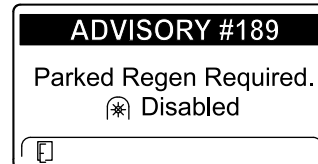

Bild 57
- Wenn Sie eine geparkte Regenerierung nicht innerhalb von zwei Stunden durchführen, wird im InfoCenter „Parked regeneration required – power takeoff disabled ADVISORY #189“ angezeigt (Bild 57).